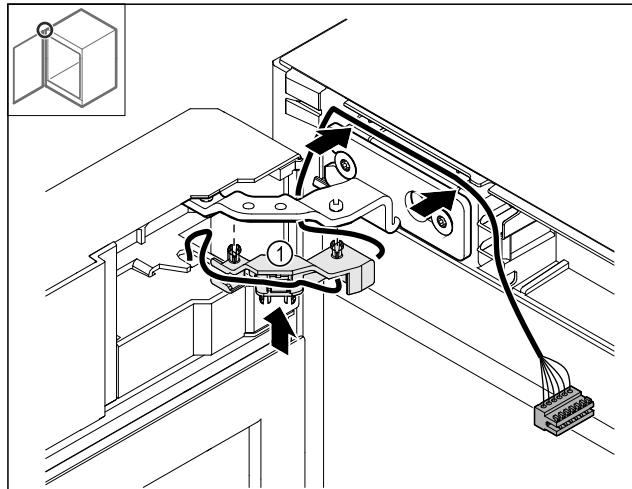

Fig. 44
- Натиснете държача на кабела Fig. 44 (1) в пантата.